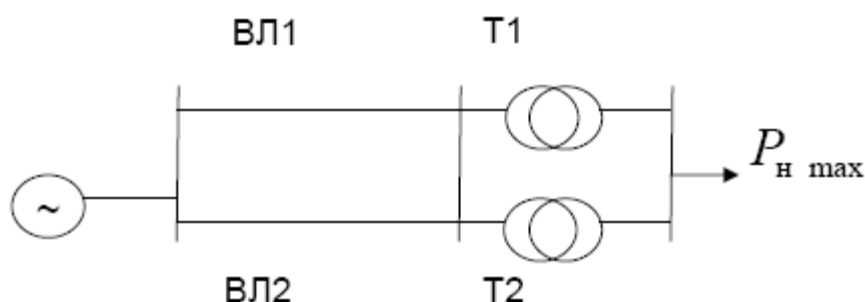

Рисунок 4.1 - Схема электроснабжения потребителя
**Задание 3.2.** Определить среднегодовой недоотпуск электроэнергии потребителю, схема электроснабжения которого приведена на рис. 4.1. Пропускные способности ВЛ1 и ВЛ2 равны  $P_{н\max}$  (МВт) каждая, коэффициенты готовности  $k_{зотЛ1}=k_{зотЛ2}$ . Коэффициенты готовности  $k_{зотТ1} = k_{зотТ2}$ . Мощность каждого из трансформаторов  $S_{тр}$  достаточна для полного обеспечения потребителя электроэнергией. Суточный график нагрузки одинаковый в течение года и характеризуется тем, что с 0 до 8 ч и с 20 до 24 ч нагрузка равна  $X \cdot P_{н\max}$ , а с 8 до 20 ч  $-P_{н\max}$ . Система имеет 100 %-ную надежность.
Пусть  $P_{н\max} = 20$  МВт,  $k_{зотЛ}=0,8, k_{зотТР}=0,95, X=0,75$ . В соответствии со схемой, приведенной на рис. 4.1, используем формулы для последовательно соединенных элементов и для параллельно соединенных. Определим коэффициент готовности схемы: